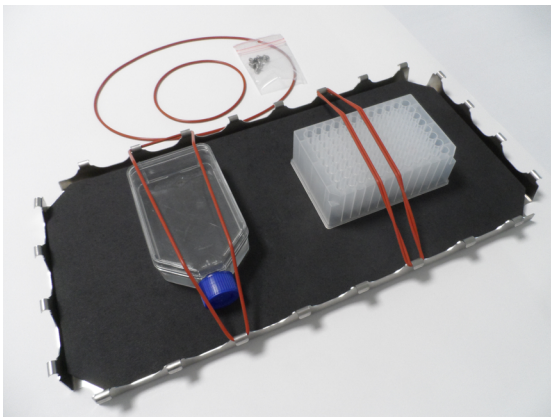

Figure 99 : Plateau utilitaire avec flacons installés et joints toriques
1. Placer le plateau utilitaire ② sur la plate-forme.
3. Attacher le plateau utilitaire ② à l'aide des vis ③ fournies avec le plateau.
4. Placer le tapis en caoutchouc ① dans le plateau ②.
5. Placer les flacons sur le plateau et les fixer avec les joints toriques ④ fournis, comme représenté sur la Figure 99.